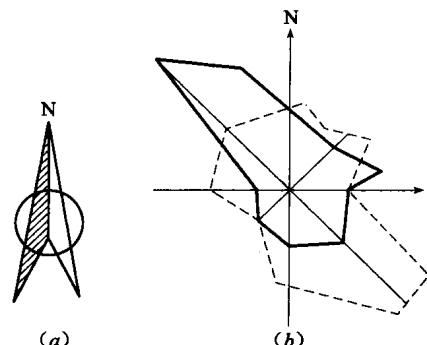

图 1-7 方位与风向频率标记
电力、照明和电信平面布置图等图纸，电气设备或构筑物的位置和朝向一般有两种表示方式：一种是按上北下南、左西右东表示，另一种是用方位标记表示其方向。方位标记如图 1-7 (a) 所示，其箭头方向表示正北方向 (N)。
为了表示设备安装地一年四季风向情况，在电气布置图上往往还标有风向频率标记。它们根据某一地区多年平均统计的各个方向吹风次数的百分值，按一定比例绘制而成。风向频率标记形似一朵玫瑰花，故又称风玫瑰图。图 1-7 (b) 是某地区的风向频率标记，其箭头表示正北方向，实线表示全年的风向频率，虚线表示夏季（6~8月）的风向频率。由此可知，该地区常年以西北风为主，而夏季以东南风和西北风为主。